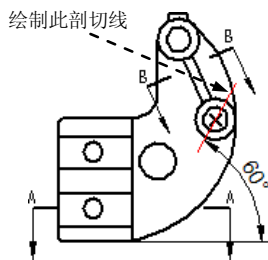

图 10.4.16 绘制剖切线
(1) 创建切割平面。选择 **主页** 选项卡 **图纸视图** 区域中的  切割平面 命令，系统弹出“切割平面”命令条。
(2) 单击图形区基本视图中的主视图，此时系统进入“切割平面线”绘制环境，采用默认的直线工具绘制图 10.4.16 所示的直线作为剖切线，然后单击“关闭切割平面”按钮  返回到工程图环境。